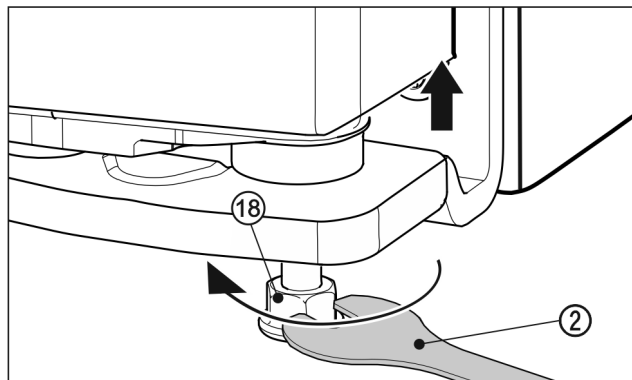

Fig. 25
- ▶ Pre nadvihnutie dverí vytočte nastaviteľnú nohu Fig. 25 (18) smerom doprava pomocou priloženého vidlicového kľúča Fig. 25 (2) po kontakt na podlahe. Potom otáčajte ďalej po prestavenie dverí vo výške. Pri expedícii je ložiskový čap celkom zatočený.